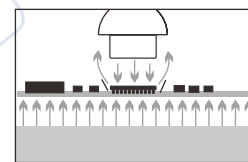

图1
- 4、元件加热（或成顶部加热）一般采用对流气喷嘴，仔细控制顶部加热，使元件均匀受热，是极为重要的，特别是对小质量元件尤为关键(如图1)。